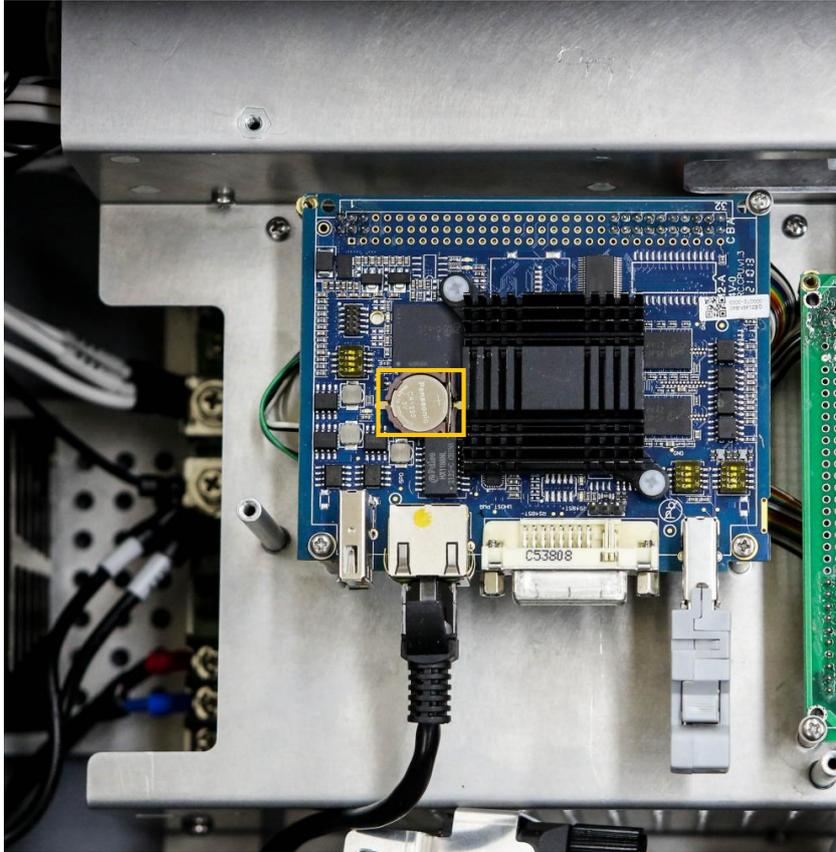

图 5-7：电池安装完成
4. 将 3V 纽扣电磁正极向上，一端插入电池槽有卡扣的位置，轻轻向下按压，直至电池槽卡片能卡住电池，如图 5-7 所示。